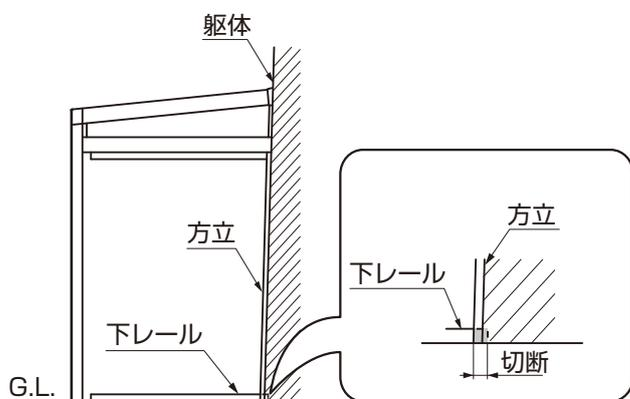
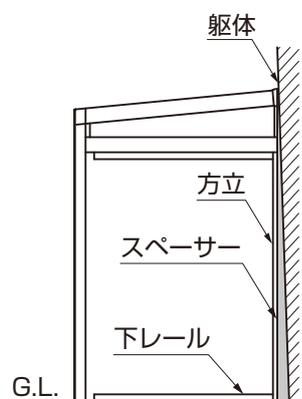

図1-12
図1-13
① 躯体の状態によって、方立に調整フィックスを固定できない場合、図1-12、図1-13のように方立と調整フィックスを固定できるよう調整をして、位置出しを行なってください。
- 図1-12の場合、下レールの切断、調整フィックスの切詰め加工をして、位置出しをしてください。
- 図1-13の場合、躯体と方立の間にスペーサーを入れ、位置出しをしてください。